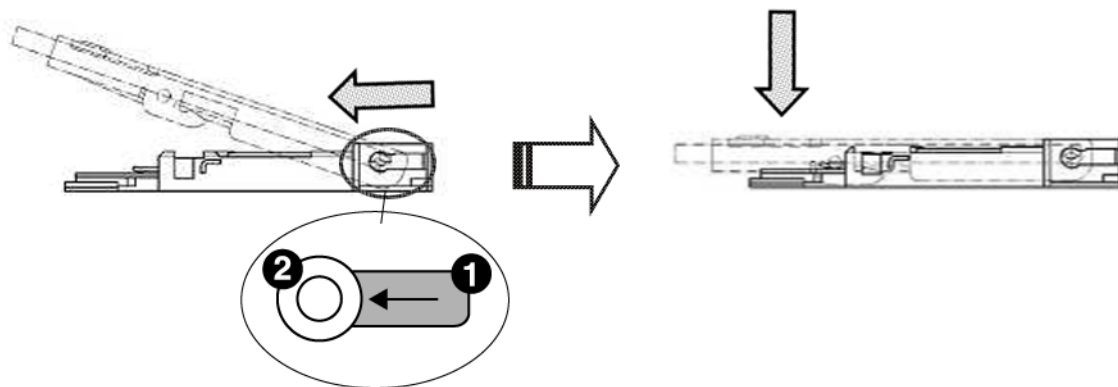

図 5.6 カードの挿入 4
4. 「図 5.6. カードの挿入 4」のように、カバーの軸が長穴の最も左側にある状態で、上から指で軽く押さえてください。